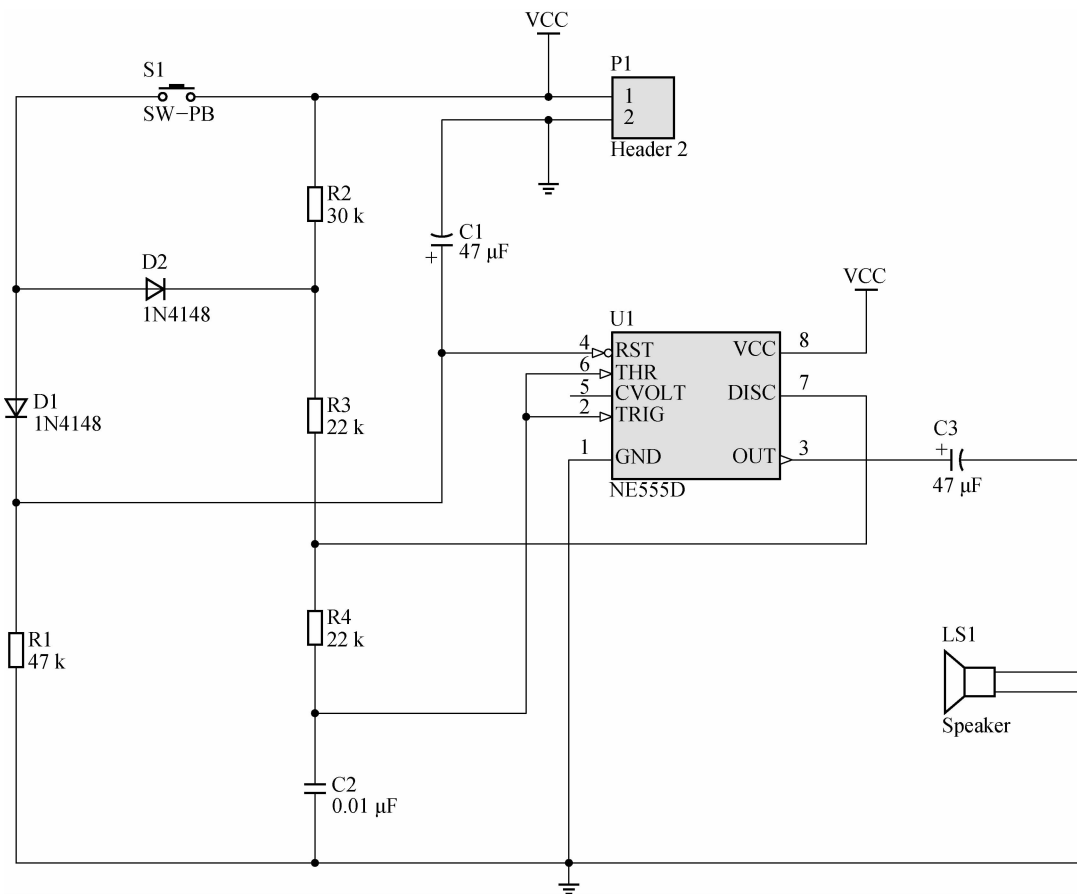

图 1-23 实用门铃电路图
练习题 3 实用门铃电路如图 1-23 所示, 试画出它的原理图, 所用元件见表 1-5。
- 练习题 3** 在实用门铃电路图图 1-23 的基础上,创建网络表文件,设计 PCB 图。